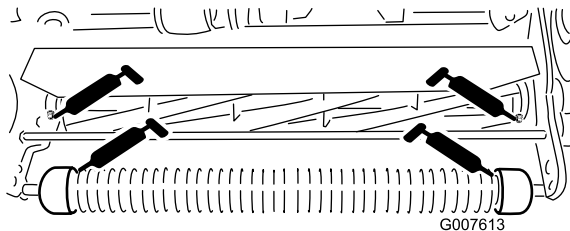

Figura 18
- 2 no rolo da frente (Figura 18)
- 2 nos rolamentos do cilindro (Figura 18)